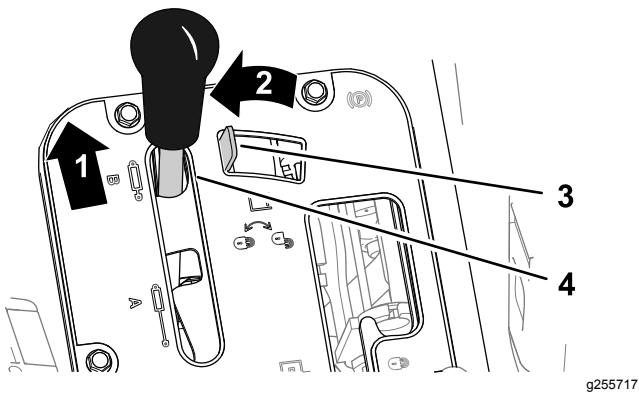
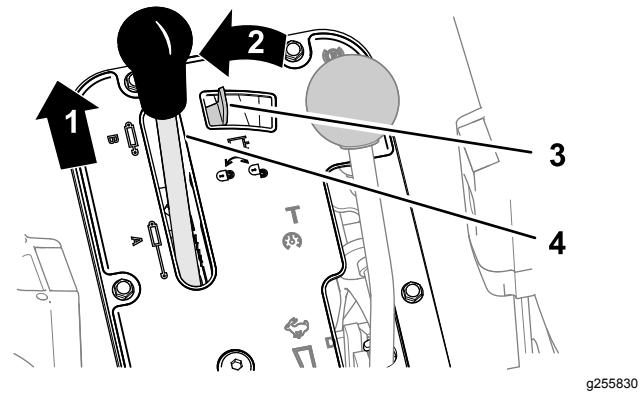

Figura 83
Figura 84
- Spingete in avanti la leva di sollevamento idraulico (Figura 83 o Figura 84).
2. Spostate il bloccaggio del sollevamento idraulico a sinistra per innestare il bloccaggio (Figura 83 o Figura 84).